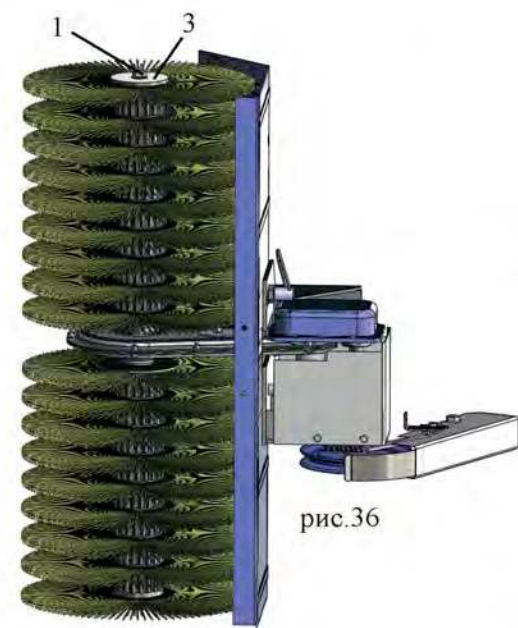
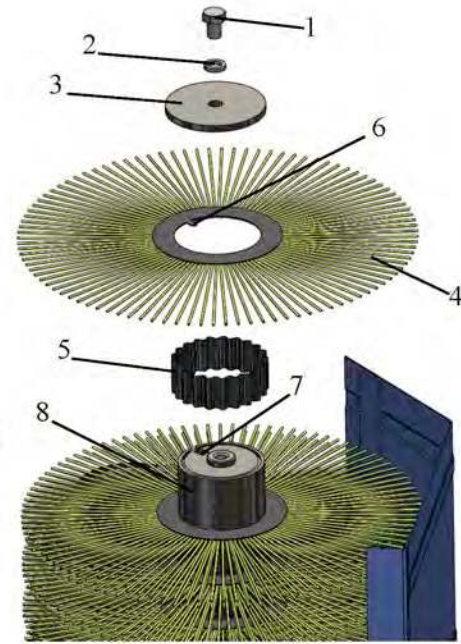

рис.36
рис.37
Установить щетку вертикально (рис.36). Открутить болт (1), снять шайбу (2), шайбу (3). Снять диски полипропиленовые (4) и кольца распорные (5) (рис.37). Установить новые диски в обратном порядке. Внимание! Выступ (6) кольца диска вставляется в паз (7) каркаса (8). Закрепить шайбу (3) болтом (1) через шайбу (2).